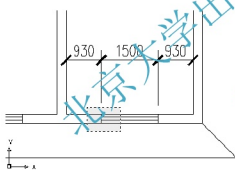
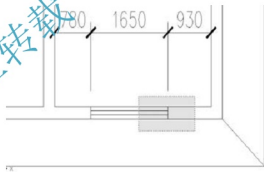

图 2.127 向左拉伸窗洞时选择对象的方法
图 2.128 向右拉伸窗洞时选择对象的方法
(1) 用【拉伸】命令使窗洞口左侧墙段向左缩短 150mm。
① 关闭【轴线】图层。
② 单击【修改】工具栏上的【拉伸】图标  或在命令行输入“S”并按 Enter 键,启动【拉伸】命令。
③ 在选择对象:提示下,用交叉选方式选择如图 2.127 所示的窗户左侧墙线和窗,按 Enter 键进入下一步命令。
④ 在指定基点或 [位移(D)] <位移>:提示下,在绘图区任意单击一点作为拉伸的基点。
⑤ 在指定第二个点或 <使用第一个点作为位移>:提示下,打开【正交】功能,将光标水平向左拖动,输入“150”,表示将窗洞口左侧墙段向左缩短 150mm,那么窗洞口的宽度则向左增大 150mm。
⑥ 按 Enter 键结束命令。
(2) 用同样的方法使窗洞口右侧墙段向右缩短 150mm,这样窗洞口的宽度则由 1500mm 变成 1800mm。但应注意,选择拉伸对象的方法应如图 2.128 所示。